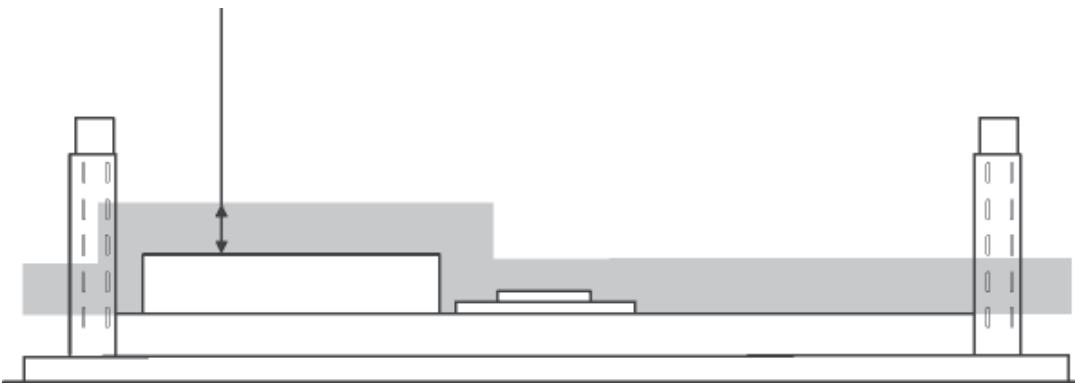

FIG. 1
10. Instalación del tipo que no es IC: El aislamiento térmico no debe cubrir la cubierta superior de la campana y debe estar separado 3 pulgadas (76 mm) de todos los lados. (Fig. 1)
## Controles (Fig.1)